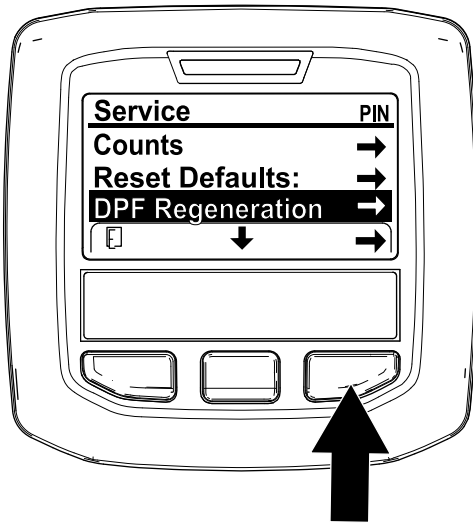

Figura 34
1. Acceda al menú Service (Servicio), pulse el botón central para desplazarse hacia abajo, hasta la opción DPF REGENERATION (Regeneración de DPF) (Figura 34).
2. Pulse el botón derecho para seleccionar la opción DPF Regeneration (Regeneración de DPF) (Figura 34).